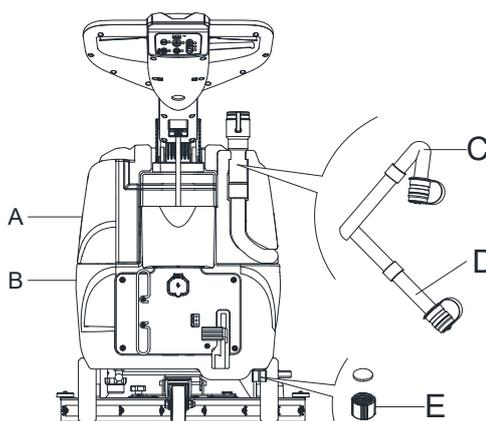

Рис. 11
При сливе грязной воды вакуумная трубка для грязной воды должна быть пережата (С, Рис. 11) и опущена в нижнее положение (D, Рис. 11), затем откройте крышку вакуумной трубки для грязной воды и слейте воду. Не направляйте выходное отверстие вакуумной трубки для отходов вверх, чтобы сливать воду вертикально. Это позволит избежать попадание отработанной воды на оператора.
8. Слейте воду из бака моющего средства через крышку слива (Е, Рис. 11). После эксплуатации промойте бак чистой водой.
2. Слейте воду из баков (А и В, Рис. 11), как показано в предыдущем пункте.